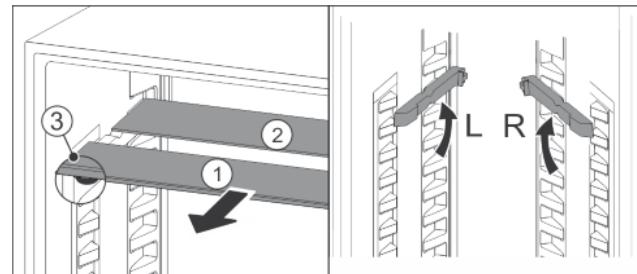

Fig. 17
- По одной извлеките Fig. 17 (1) стеклянныи панели движением вперед.
- ▷ Стеклянная панель Fig. 17 (1) со стопарами лежит спереди.
- ▷ Стопоры показывают вниз Fig. 17 (3).